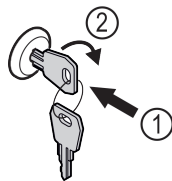

Fig. 140
- ▶ Sätt in nyckeln Fig. 140 (1).
- ▶ Vrid nyckeln 90° medurs Fig. 140 (2).